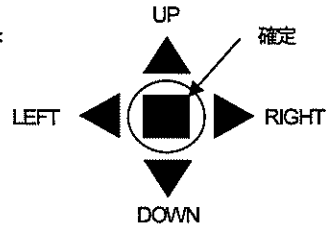

図 7-2 メニュー時のスイッチ設定
3. スイッチを用いカーソルを変更したい項目に合わせます。選択したメニューが表示されます。(図 1 ⑧のスイッチは図 7-2 に示すように方向キーとして使用できます)